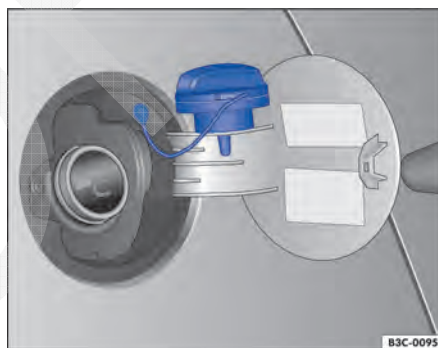

Fig. 190 Portinhola do tanque aberta com a tampa pendurada.
- Girar a tampa do tanque no sentido anti-horário e encaixá-la na dobradiça da portinhola do tanque ⇒ Fig. 190.